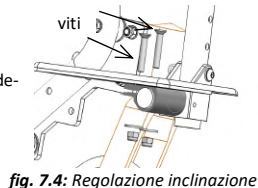

fig. 7.4: Regolazione inclinazione
• Regolazione angolo di inclinazione del poggiatesta (fig. 7.4):